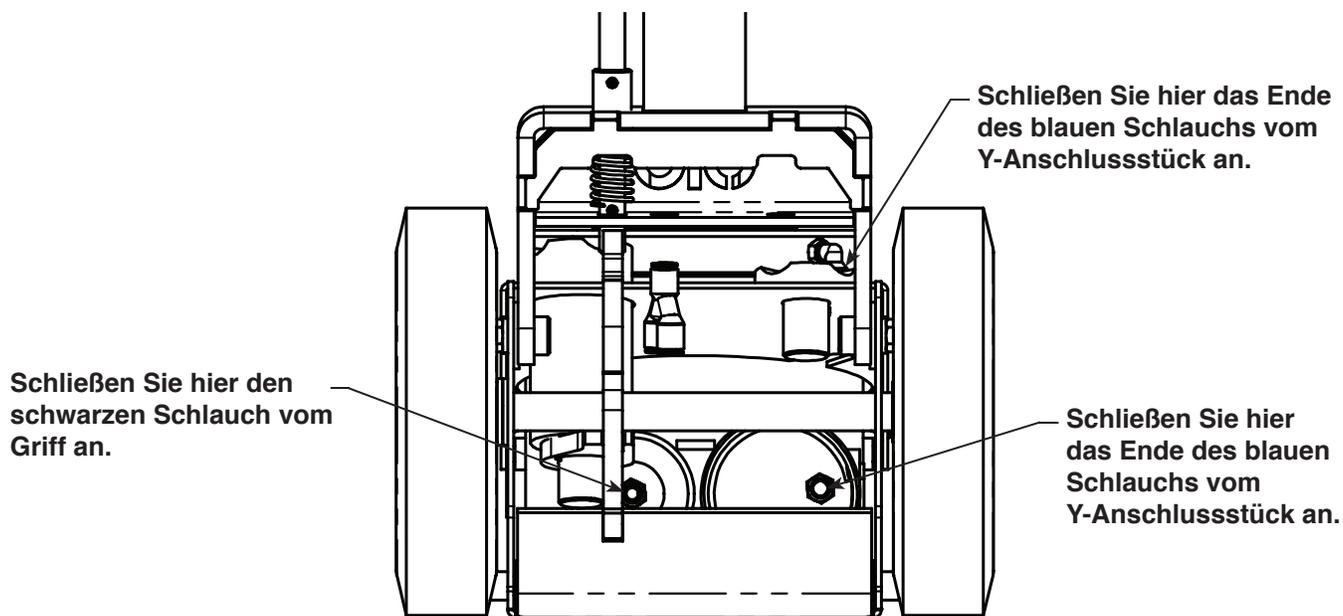

Abbildung 1
4. Befestigen Sie die Schläuche wie in Abbildung 1 gezeigt.